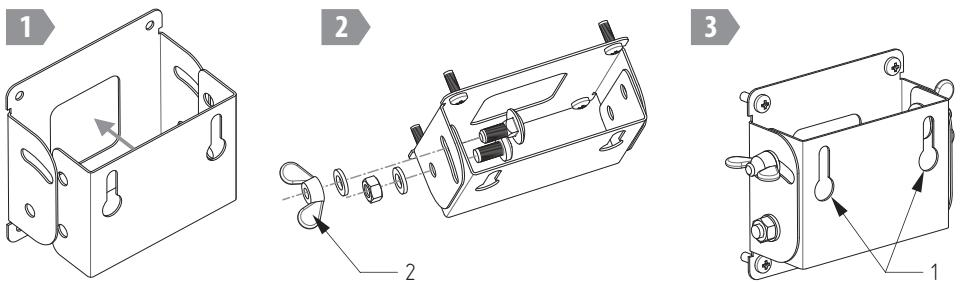
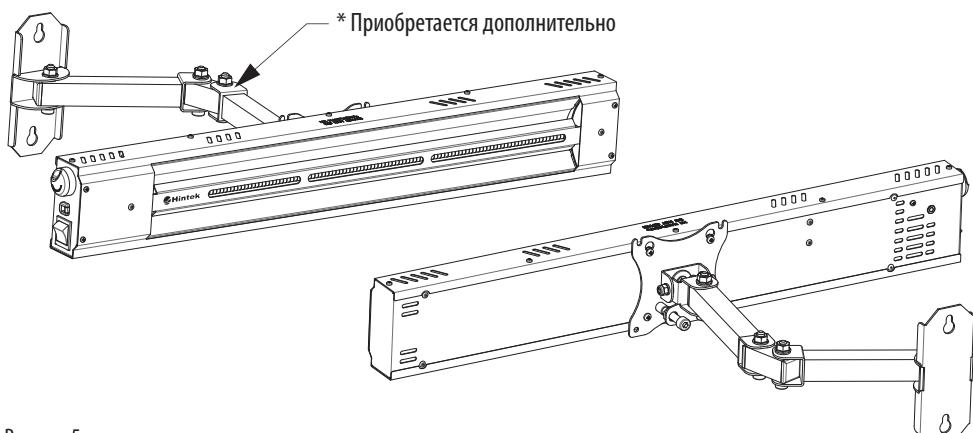

Рисунок 4.
Рисунок 5.
5.2. На задней панели корпуса имеются резьбовые заклепки (10), позволяющие закрепить обогреватель на кронштейне для монтажа на стену. Кронштейн позволяет регулировать угол наклона обогревателя. Вы можете закрепить кронштейн (9) из комплекта поставки или кронштейн с системой VESA MIS-D 75 (см. рис. 5) (приобретается дополнительно). Схема сборки кронштейна из комплекта поставки приведена на рис. 4.
6.2. Собрать кронштейн (см. рис. 4). Обратите внимание на правильность расположения отверстий на деталях!
6.3. Прикрутите кронштейн к корпусу обогревателя таким образом, чтобы расположение отверстий для монтажа на стену (1) (см. рис. 4) совпадало с рисунком 1, 2.
6.9. Выберите угол наклона обогревателя. Затяните барабковые винты (2) (см. рис. 4).